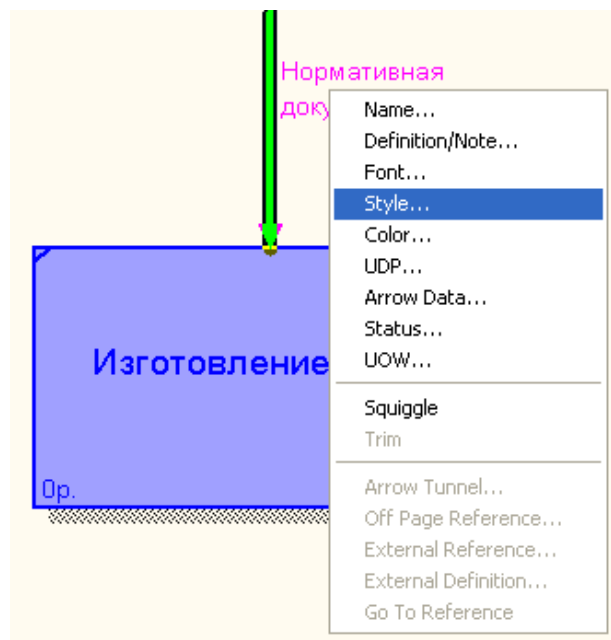

Рис. 1.23. Контекстно-зависимое меню
- Для изменения стиля дуги выберите в контекстно-зависимом меню команду **Style** (рис. 1.23.):